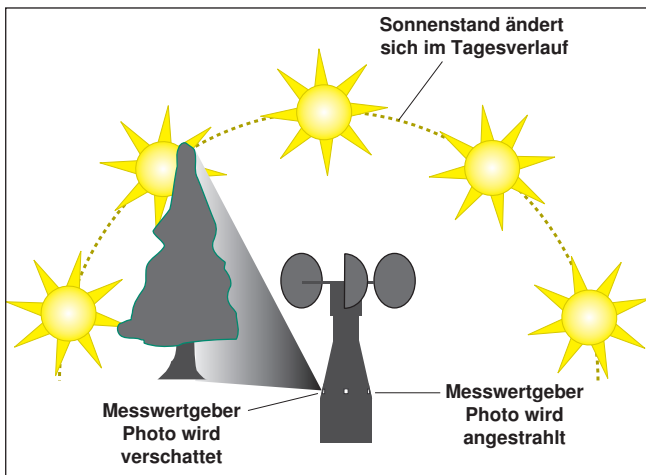

Abb. 4 Pflanzen oder Gebäude können im Tagesverlauf den Messwertgeber Photo verschatten
- Bäume, Sträucher oder Gebäudeteile können den Messwertgeber im Laufe des Tages verschatten (siehe Abb. 4). Der Messwertgeber kann dann keine exakten Messwerte liefern, das Messergebnis wird verfälscht. Wählen Sie deshalb den Montageort sorgfältig aus.